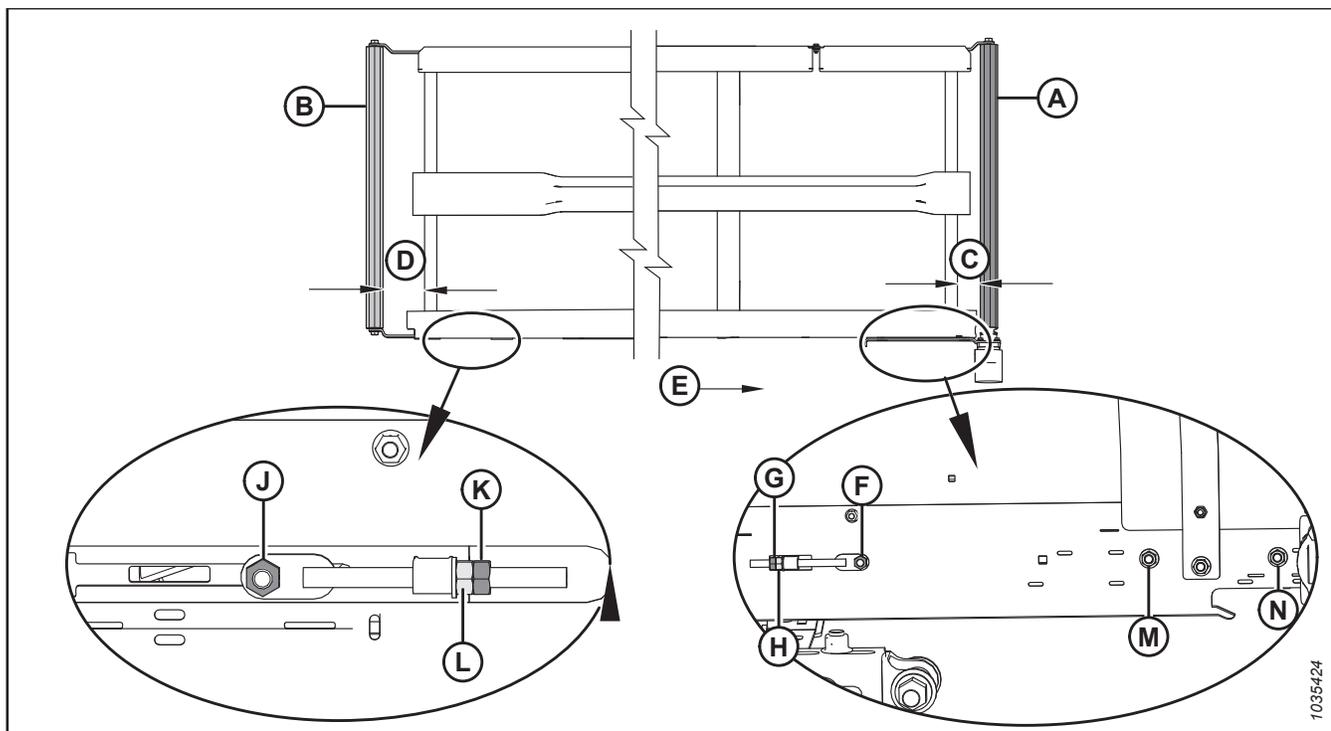

Figure 4.250: Réglage de l'alignement du tapis – Tapis gauche
2. Réglez le rouleau d'entraînement (A) pour changer C (consultez le tableau 4.2, page 430 et la figure 4.250, page 430) comme suit :
- a. Desserrer les écrous (F), (M) et (N), et le contre-écrou (G).
- b. Tournez l'écrou de réglage (H).
- c. Serrer les écrous (F), (M) et (N), et le contre-écrou (G).
3. Réglez le rouleau libre (B) pour changer D (consultez le tableau 4.2, page 430 et la figure 4.250, page 430) comme suit :
- a. Desserrez l'écrou (J) et le contre-écrou (K).
- b. Tournez l'écrou de réglage (L).